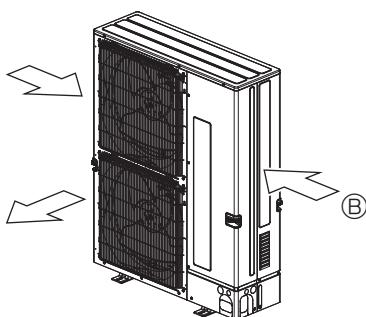

Fig. 2-5
- ③ Plaats het apparaat indien mogelijk zo dat de luchtinlaat in dezelfde richting blaast als de seisoenwinden. (Fig. 2-5)